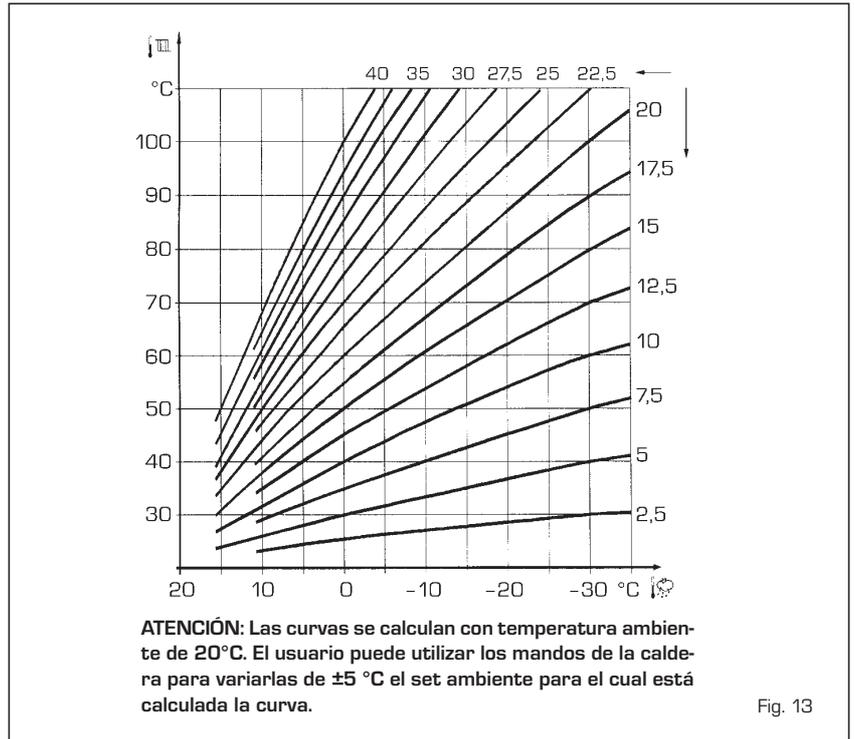

Fig. 13
3.4 Sonda externa conectada (fig. 13)
En caso de presencia de sonda externa, los ajustes de calefacción se obtienen de las curvas climáticas en función de la temperatura externa, y de todos modos se mantienen dentro del rango indicado en 3.3 (parámetros PAR 22 para la zona 1, PAR 25 para la zona 2 y PAR 28 para la zona 3). La curva climática se puede seleccionar entre los valores de 3 y 40 (con pasos de 1). Aumentando la pendiente representada por la curva de la fig. 13, se incrementa la temperatura de impulsión de la instalación conforme a la temperatura externa.